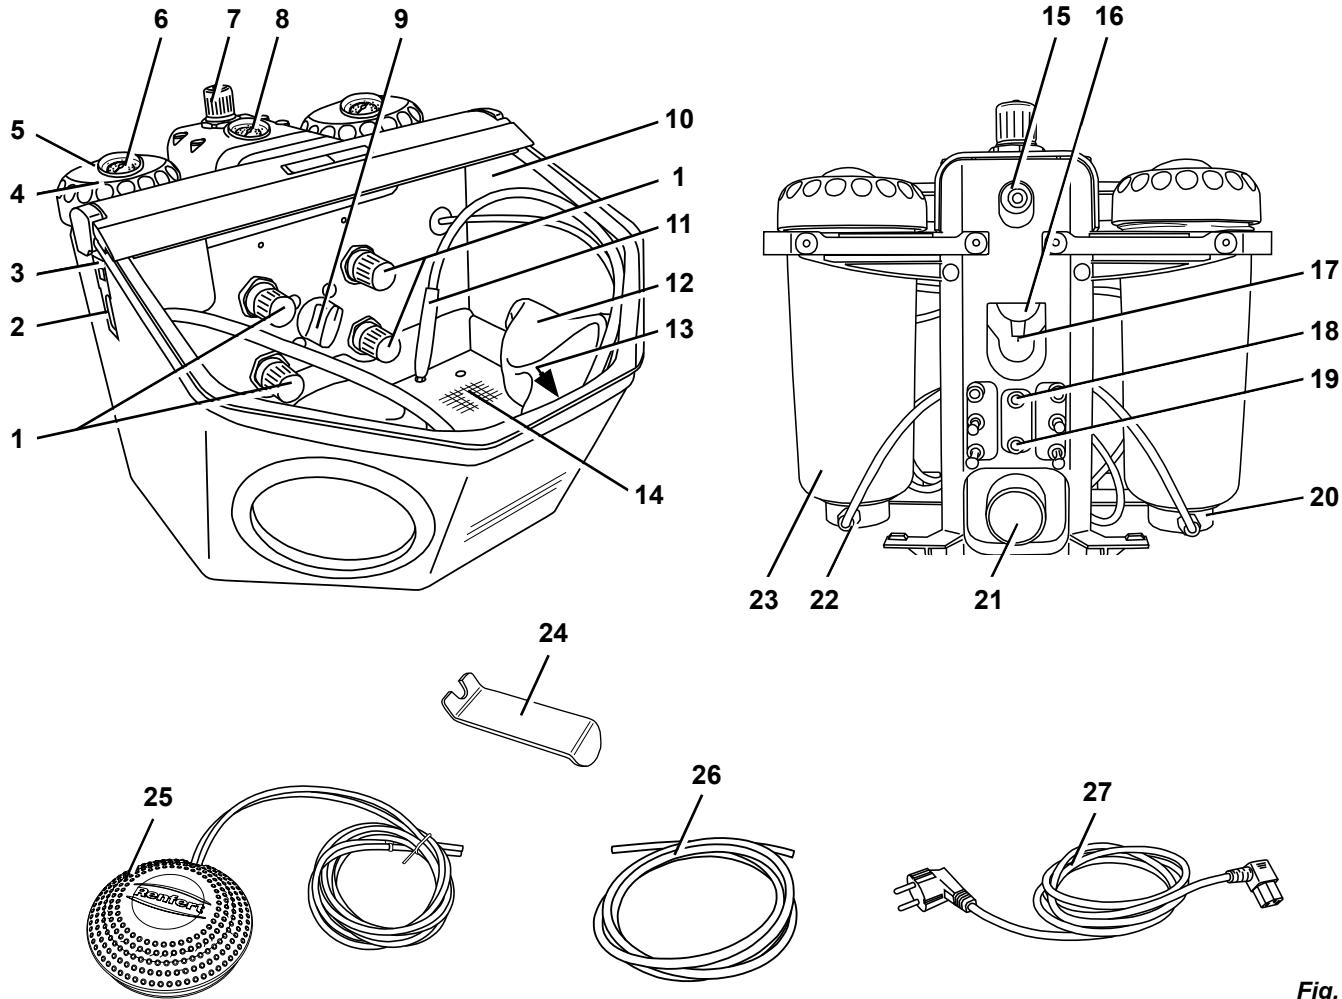

Fig. 1
- Introduire le tuyau d'alimentation en air comprimé (26) jusqu'en butée dans le raccord (15). Lors de cette opération, il faut pousser au-delà d'une légère résistance.
- S'assurer que la pression de raccordement se situe dans la plage nécessaire (voir les caractéristiques techniques). La pression est affichée sur le manomètre (8, Fig. 1).
**Ne jamais actionner le régulateur de pression (7) sur l'unité de maintenance. Celui-ci est réglé en usine sur 6 bars afin d'assurer le fonctionnement optimal des vannes à pincement.**